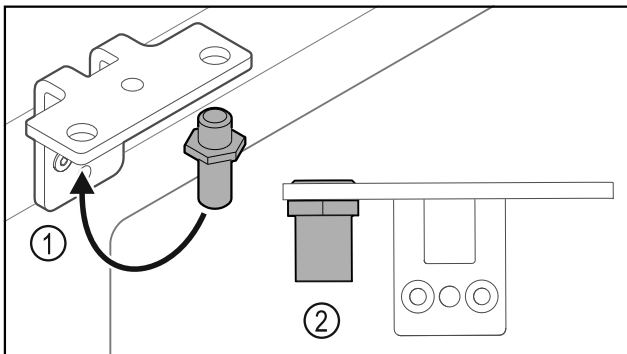

Fig. 33
- Μεταφέρετε τον πείρο Fig. 33 (1) στη γωνία μεντεσέ.
- Σφίξτε τον πείρο Fig. 33 (2) με **ροπή 12 Nm**.